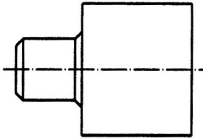

Рисунок 5.11 -
3) другу точку зазначте натисканням у будь-якому місці правіше кінцевої точки осьової лінії (між точками 1 і 2 лінія зітреється і вал стане виглядати, як показано на рис. 5.11);